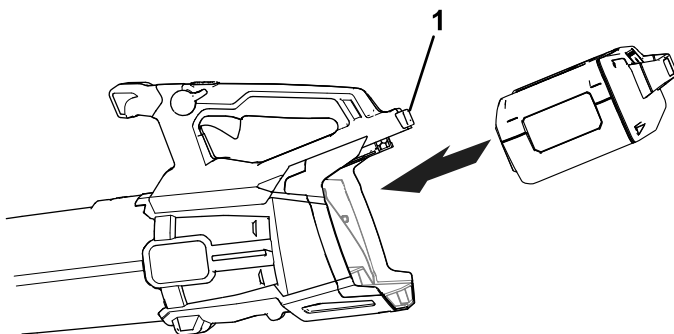

Bild 8
3. Halten Sie den Griff, und drücken Sie das Batteriepack in den Griff, bis der Riegel einrastet (Bild 8).